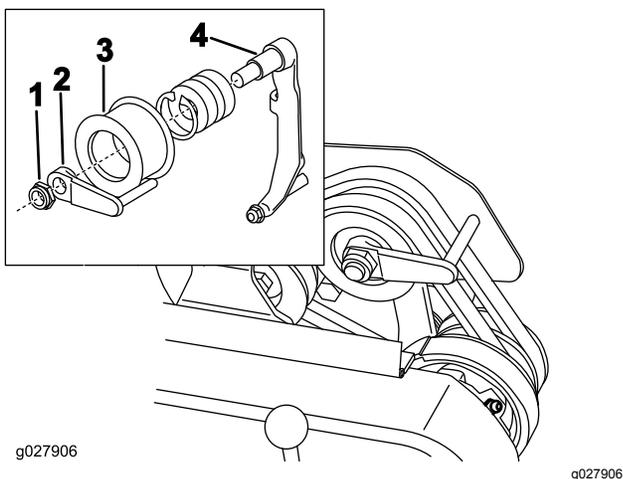

图47
8. 要在不启动发动机的情况下更容易推拉机器应按下所示的方法调节皮带导轨图47插入件